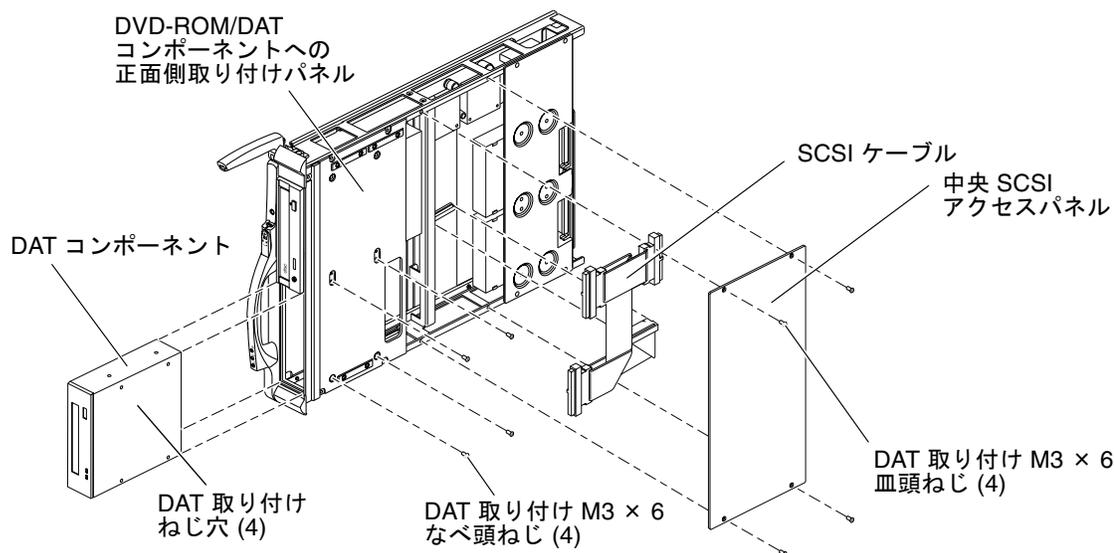

図 2-10 SC 周辺装置ボードからの DAT の取り外しおよびアクセスパネル — 分解図
6. SC 周辺装置ボードの内部 DAT コンポーネントを取り扱うため、図 2-10 に示すように、正面側の取り付けパネルから 4 本の M3×6 なべ頭ねじを外します。